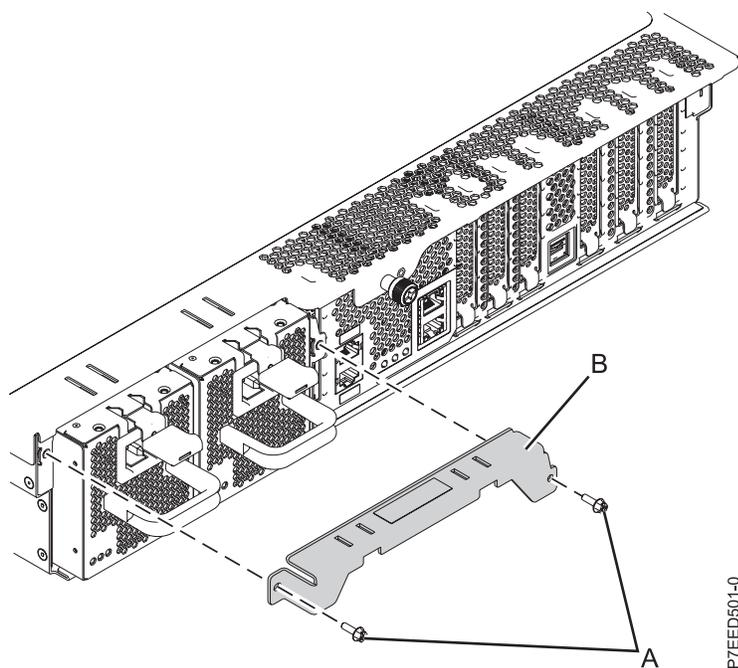

Abbildung 10. Ausbauen der Transporthalterung
- a. Entfernen Sie die zwei Schrauben (A), wie in Abb. 10 dargestellt.